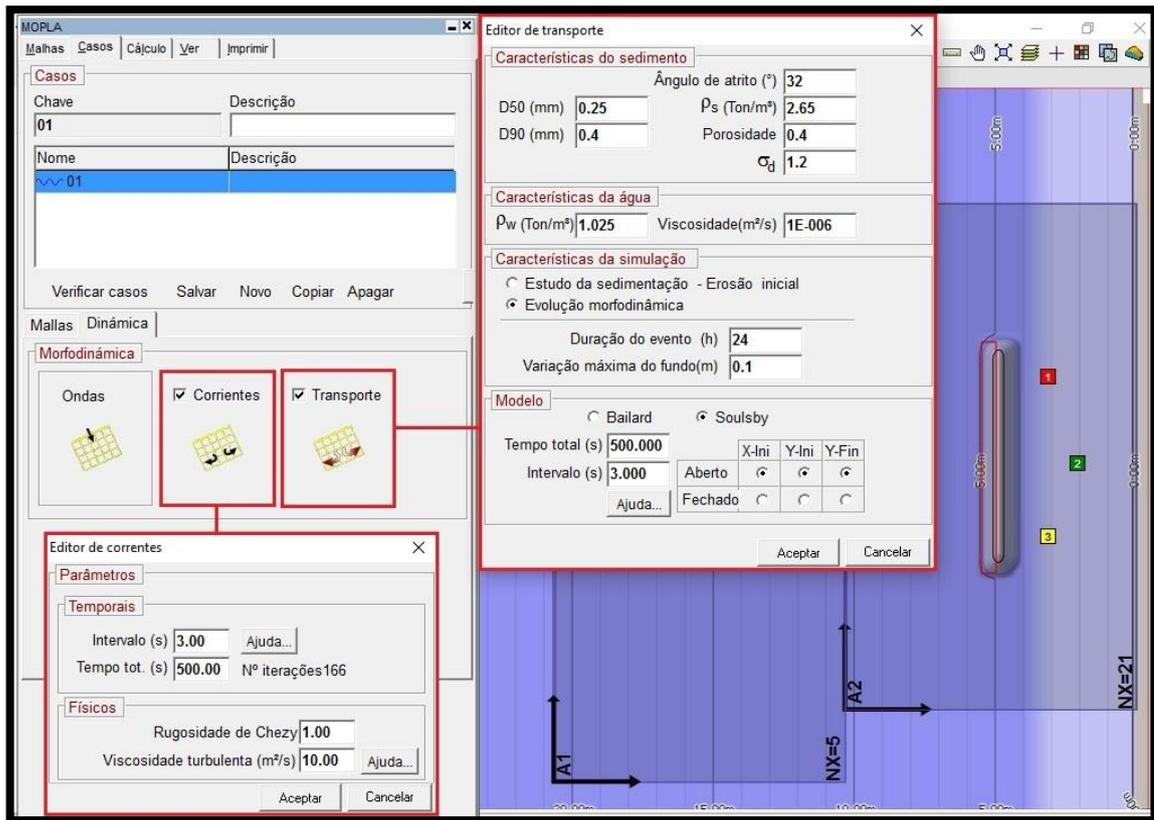

Figura 13 – Visão geral do passo a passo a se seguir para a definição dos parâmetros de correntes e de transporte de sedimentos, na criação de um caso.
24) Na subaba “Dinâmica”, ativar a opção “Corrientes” e abrir o “Editor de correntes”, onde se definem os seguintes parâmetros (Figura 13):
- Finalizar clicando no botão “Aceitar” (Figura 13).